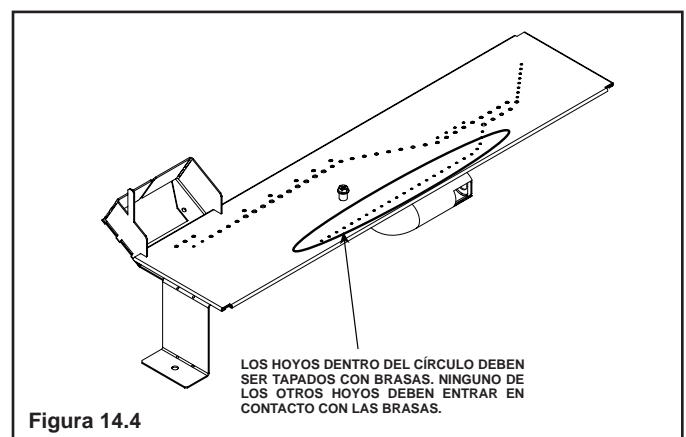

Figura 14.4
- Las brasas NUNCA deben ser colocadas sobre los hoyos del quemador. En la figura 14.4 se explica la única excepción a esta regla. Tenga cuidado de no obstaculizar el trayecto de encendido de los hoyos (de atrás hacia adelante).
- Ciertos hoyos del quemador deben ser tapados con las brasas. Vea la figura 14.4 para más detalles.